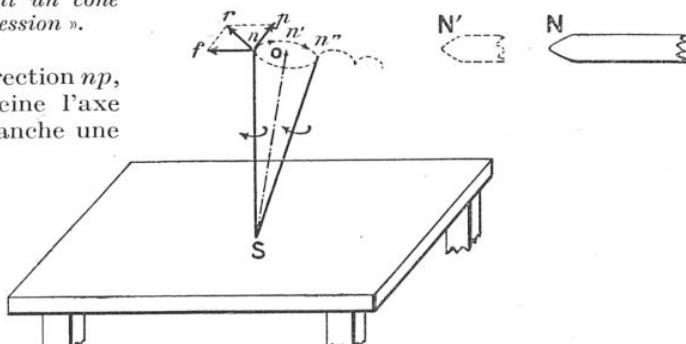

FIG. 4. - POURQUOI DANS L'EXPÉRIENCE DE LA FIGURE 2 LES DEUX POLES NORD SEMBLENT S'ATTRIRENT
b) Rapprochons-nous pas à pas des conditions de l'expérience et, pendant que la toupie dort, après avoir été lancée l'axe bien vertical, amenons brusquement le pôle nord de l'aimant auxiliaire à une certaine distance, en *N* par exemple, et laissons-le immobile (voir fig. 4). Pour ne pas embrouiller la figure, le volant de la toupie n'est pas représenté.